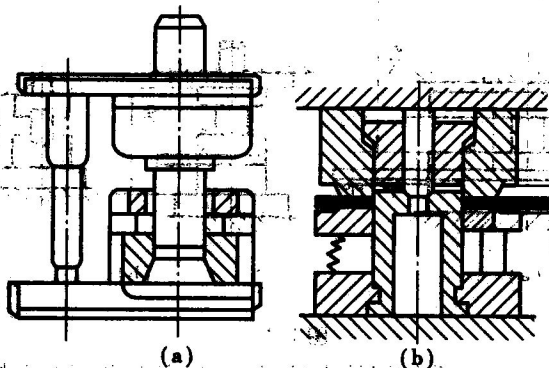

图 1.1
(2) 在卸料板与凹模之间做成凹槽或斜面,并减少卸料板前后的宽度,如图 1.1(b) 所示。